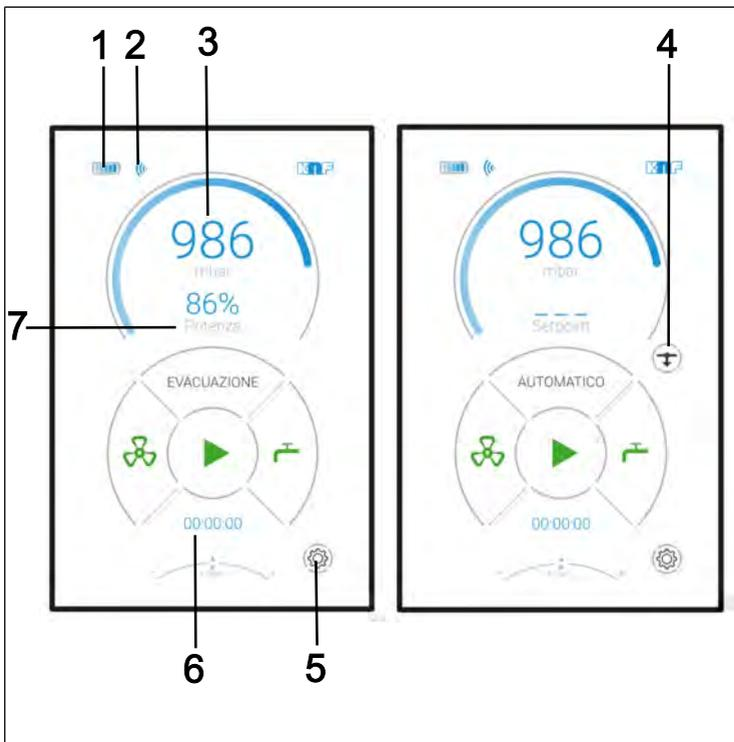

Fig. 14: Visualizzazioni sul touchscreen
→ Visualizzazione dei principali parametri di processo (Fig. 14);
Per selezionare la lingua di menu, Portarsi nel campo Impostazioni (Fig. 14/5).
- Per terminare la "Regolazione pressione temporanea", il processo andrà terminato, premendo sul simbolo (Fig. 14/4).
Se in modalità *Funzionamento automatico* verrà rilevato un punto di ebollizione, il processo si fermerà nel punto di ebollizione rilevato (pressione reale) e passerà ad una modalità Regolazione pressione temporanea. A riduzione pressione inattiva (Fig. 14/4), la regolazione resterà permanentemente nel punto di ebollizione rilevato. Se la riduzione pressione (Fig. 14/4) sarà attiva, dopo circa 30 secondi il sistema tenterà di portarsi sul punto di ebollizione successivo. Tale processo, a riduzione pressione attiva, verrà sempre ripetuto (vedere Fig. 20).
Se in seguito la riduzione pressione automatica (Fig. 14/4) verrà attivata, dopo circa 25 secondi la freccia ricomparirà sul display.